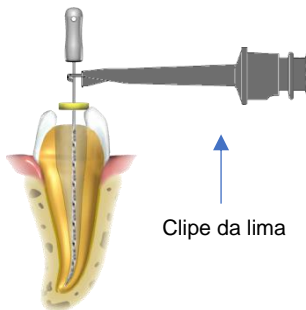
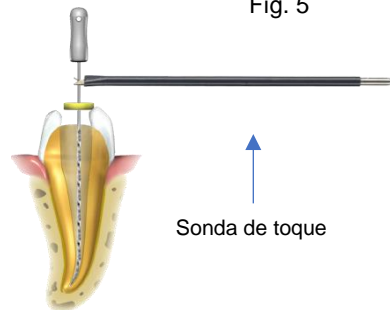

Fig. 6
Fig. 7
3. Insira cuidadosamente a lima no canal e conecte o clipe da lima à haste metálica da lima – consulte a Fig. 6. Como alternativa, use a sonda de toque para fornecer contato elétrico com a lima endodôntica – consulte a Fig. 7.